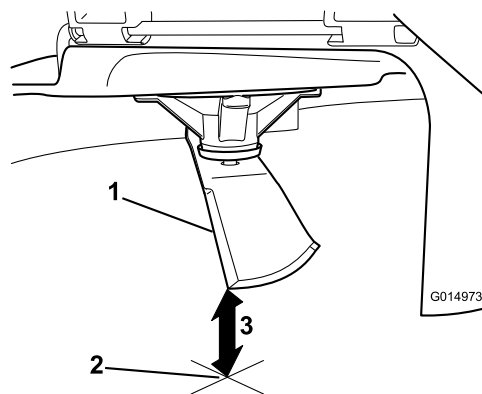

Figura 59
3. Misurate dalla punta della lama alla superficie piana (Figura 59).